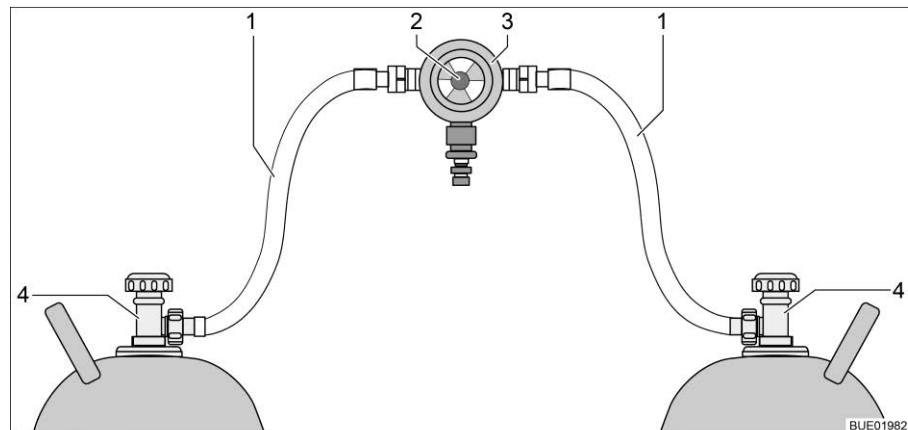
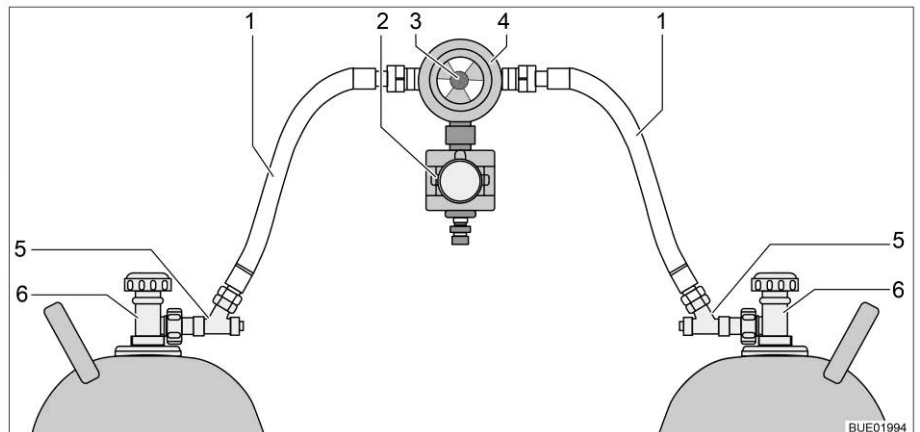

Bild 90 Gasflaschen-Umschaltanlage
Bild 91 Gasflaschen-Umschaltanlage mit CPU
Die Gasflaschen-Umschaltanlage besteht aus einem kombinierten Gasdruckregler mit Umschaltventil und Anzeige (Bild 90,3). Die Gasflaschen-Umschaltanlage ist zwischen den beiden Gasschläuchen (Bild 90,1) montiert.
Die Gasflaschen-Umschaltanlage besteht aus einem kombinierten Gasdruckregler mit Umschaltventil und Anzeige (Bild 91,4) und einem Elektroventil (Bild 91,2). Das Elektroventil sperrt bei Vollbremsung, Unfall oder ungewöhnlich großer Schräglage die Gaszufuhr zum Fahrzeug. Die Gasflaschen-Umschaltanlage ist zwischen den beiden Gasschläuchen (Bild 91,1) mit Schlauchbruchsicherungen (Bild 91,5) montiert.
Mit dem Drehknopf (Bild 90,2 bzw. Bild 91,3) an der Gasflaschen-Umschaltanlage lässt sich bestimmen, welche der Gasflaschen als Betriebsflasche und welche Gasflasche als Reserveflasche verwendet wird.
An der Bedieneinheit (Bild 92) können nur die elektrischen Funktionen geschaltet werden. Die Haupt-Absperrventile der Gasflaschen (Bild 90,4 bzw. Bild 91,6) müssen von Hand geöffnet oder geschlossen werden.
- Haupt-Absperrventile an den Gasflaschen (Bild 90,4 bzw. Bild 91,6) öffnen.
- Schlauchbruchsicherungen (Bild 91,5) nacheinander 10 Sekunden lang drücken.
- Mit dem Drehknopf (Bild 90,2 bzw. Bild 91,3) an der Umschaltanlage die Gasflasche wählen, der vorrangig das Gas entnommen werden soll (Betriebsflasche).
- Haupt-Absperrventile an den Gasflaschen (Bild 90,4 bzw. Bild 91,6) schließen.